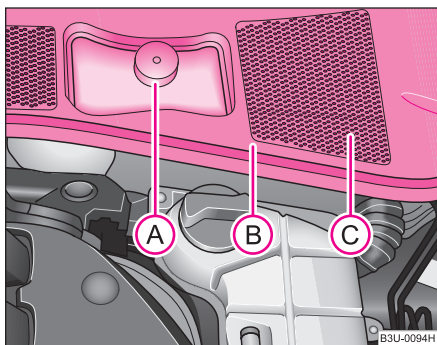

Fig. 173 Compartimentul motor: Rezervorul lichidului de frână
- Scoateți garnitura de etanșare (B) ⇒ fig. 173 parțial, și ridicați capacul (C).
- Verificați nivelul lichidului de frână din rezervor (A). Nivelul trebuie să se găsească între marcajele „MIN“ și „MAX“. Marcajul se găsește pe lateralul rezervorului.